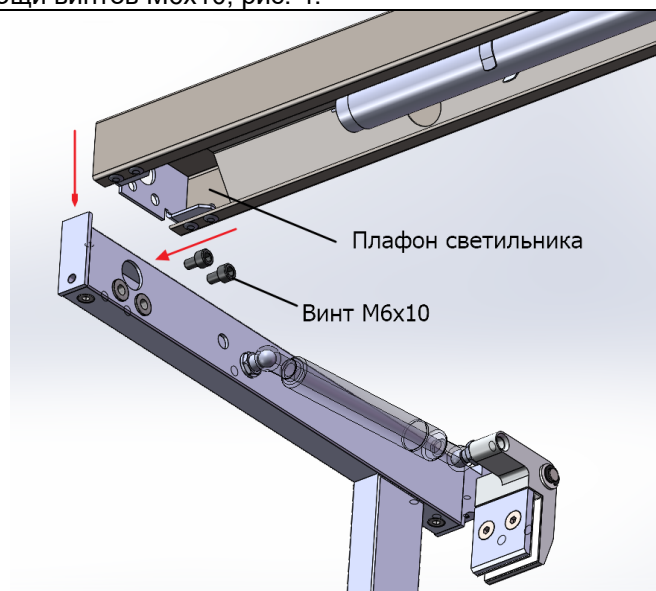
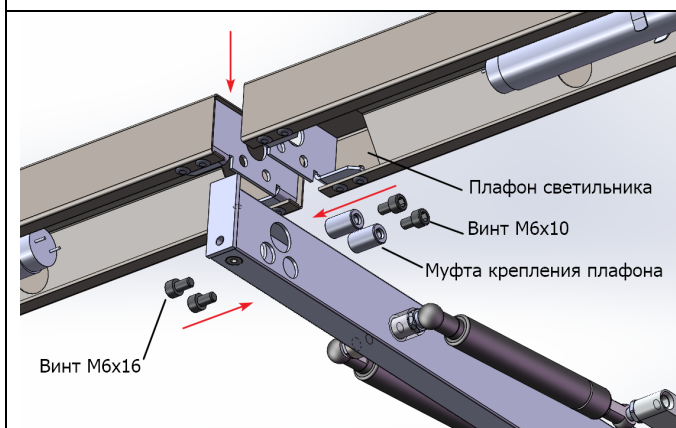

рис. 2
рис.3
2. Установить плафоны светильников, прикрутив их к боковым стойкам на винты M6x10. К центральной стойке плафоны светильника монтируются с помощью муфт крепления плафона, винтов M6x10 и M6x16, рис. 2 и рис. 3.